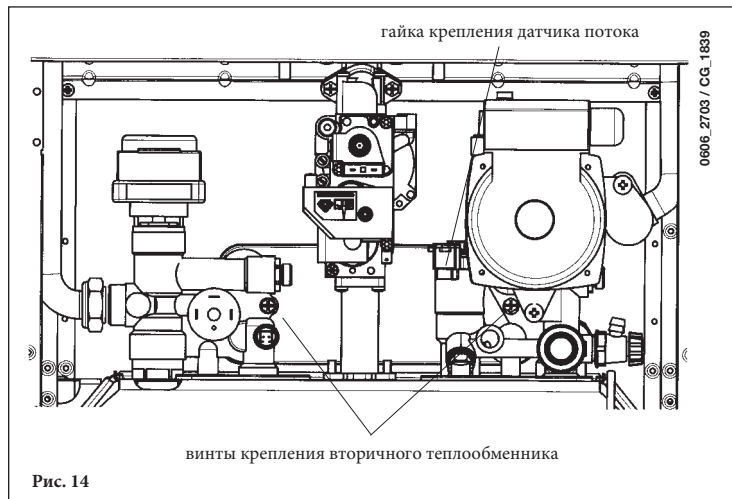

Рис. 14
- отверните гайку на блоке датчика потока воды (рис.14);
- отвинтите два винта (прямо перед вами), крепящие теплообменник ГВС, и выньте его (рис.14).